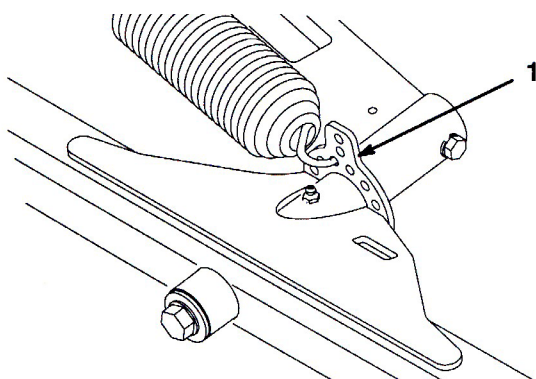

図 10
1. 前後のカッティングユニットの昇降タブについている穴のうち一番上から内側に数えて 3 番目の穴にスプリングを引っ掛ける（図10）。